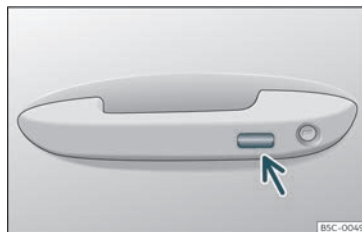

Fig. 84 Asa da porta: superficie sensora.
- **OU BEN** mediante o sistema de Keyless Access* (só peche): Manteña un dedo durante algúns segundos sobre a superficie sensora de bloqueio >>> **fig. 84** (frecha) da asa da porta para que se pechen as xanelas e o teito*. Se deixa de tocar a superficie sensora, interrómpese a función de peche.
• Durante uns segundos, manteña un dedo na superficie sensora de bloqueo»» fig. 84 (frecha) da asa da porta para pechar o teito. Se deixa de tocar a superficie sensora, interrómpese a función de peche.